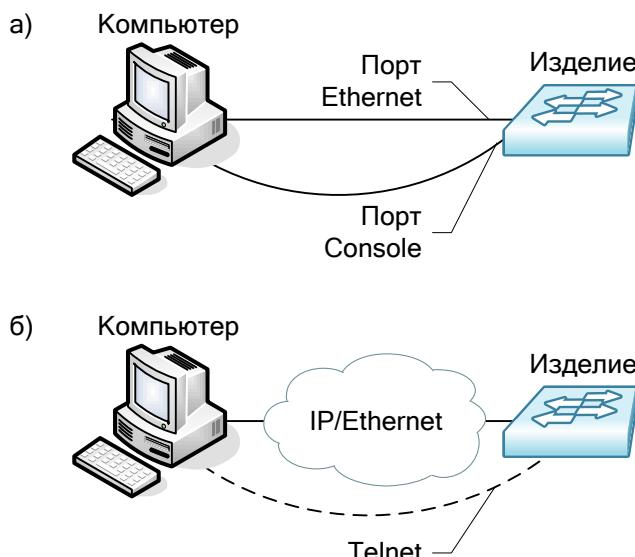

Рис. 22 — Примеры подключения изделия для сохранения и загрузки конфигурации или обновления программного обеспечения
2. Подключите один из портов изделия к сети. Примеры подключения показаны на Рис. 22:
2. Подключите один из портов устройства к сети. Примеры подключения показаны на Рис. 22;
1. Подключите компьютер, содержащий файлы программного обеспечения, к коммутатору как показано на Рис. 22;